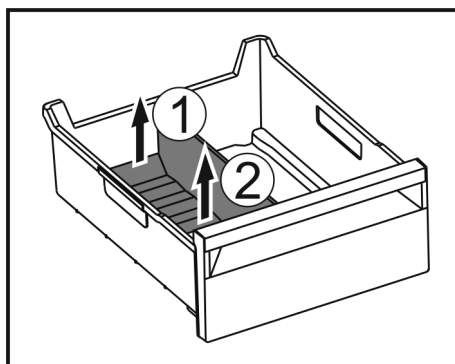

Fig. 221
- Zvedněte zadní část přepážky přihrádky na led. Fig. 221 (1)
- Přepážku přihrádky na led vyjměte nahoru. Fig. 221 (2)